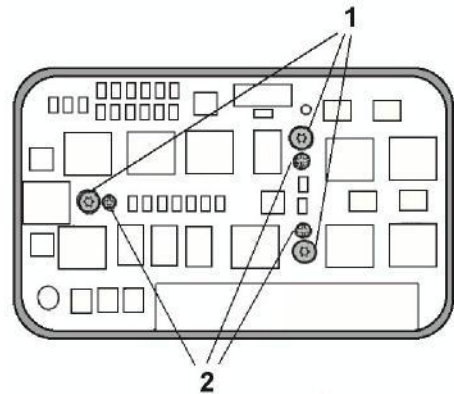

Abbildung 7
Positionierstifte (2) mit geeignetem Werkzeug bis zum Anschlag nach unten drücken. Die 3 Schrauben ("1" in Abbildung 7) festziehen.